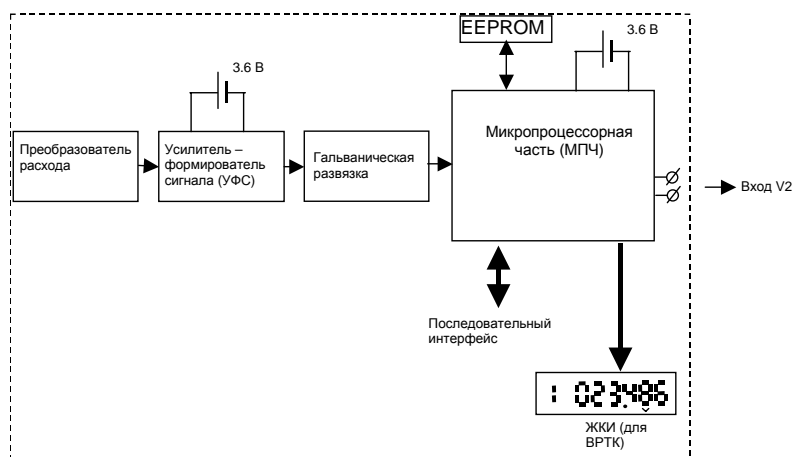

рис. 3.1
3.1. ВРТК-2000К, ВПР имеют структурную схему, изображенную на рис. 3.1